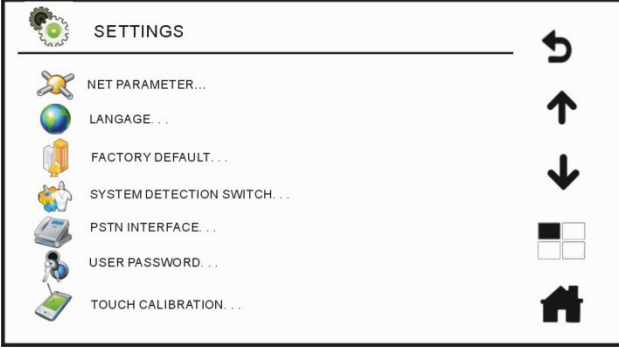
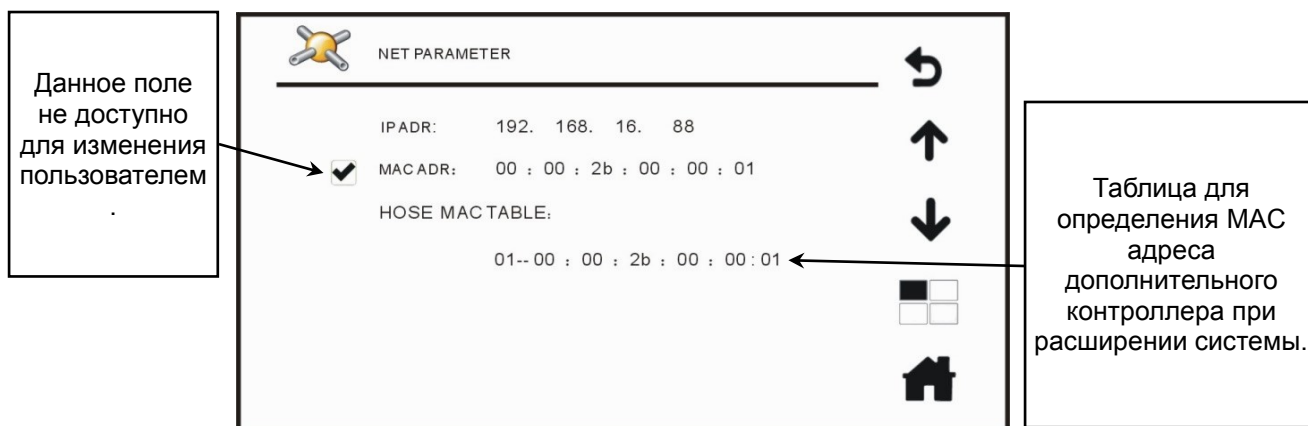

Рис. 4.25. Главное меню системных настроек
Рис. 4.26. Меню сетевых параметров
1. В окне **SETTINGS** (системные настройки), которое изображено на Рис. 4.25, нажмите кнопку подменю **NET PARAMETER** (сетевые параметры) и войдите в меню сетевых параметров для просмотра сетевой конфигурации системного оборудования. Здесь же можно делать запросы MAC-адресов оборудования. Меню сетевых параметров изображено на Рис. 4.26.
2. В окне **SETTINGS** (системные настройки), которое изображено на Рис. 4.25, нажмите кнопку подменю **LANGUAGE** (язык) , чтобы войти в окно выбора языка системы и установите флажок ☒ напротив выбранного в списке языка: так вы сможете переключить интерфейс системы на удобный язык.